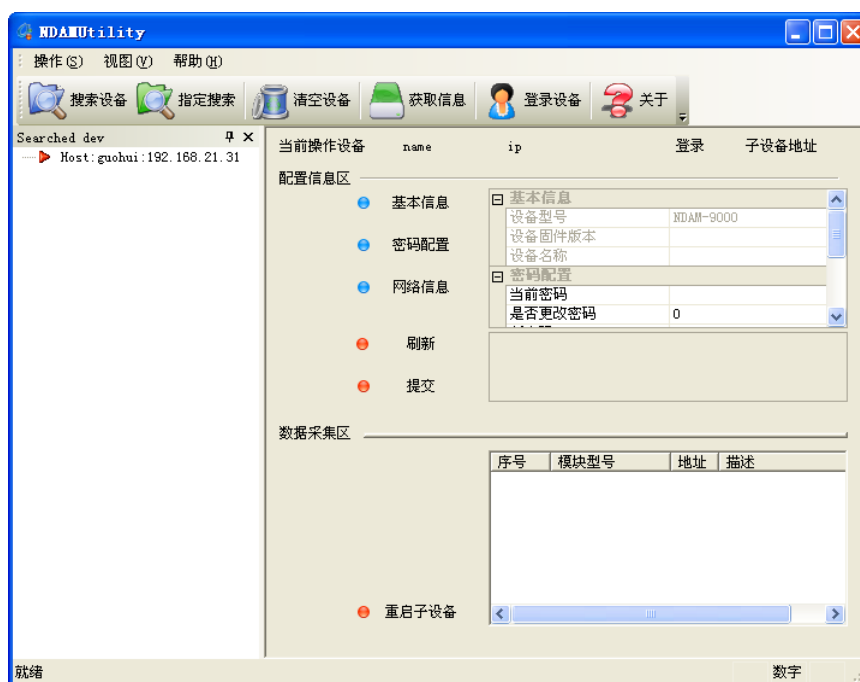

图 6.2 NDAM 配置软件界面
- 1) 在 PC 机上安装 NDAM 系列配置软件 NDAMUtility，其运行界面如图 6.2 所示；